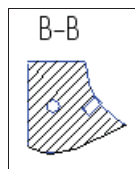

Рис. 24.12. Местный вид
- ◆ подведите "ловушку" мыши к замкнутой кривой (она станет красной) и щелкните ЛК. Система оставит на экране только часть детали в замкнутом контуре (рис. 24.12), которую вы выделили — местный вид;
- ◆ снимите ЛК мыши "галочку" — появился полностью разрез Б-Б. При выполнении операции на чертеже остается только местный вид (рис. 24.12). Для восстановления разреза необходимо снять "галочку".